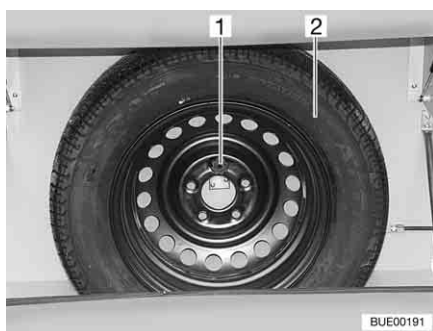

Fig. 234 Etrier de roue de secours
L'étrier de roue de secours est monté dans le coffre à gaz. La roue de secours (Fig. 234,2) est disponible moyennant supplément.
- Desserrer la vis (Fig. 234,1).
- Déposer la roue de secours (Fig. 234,2).